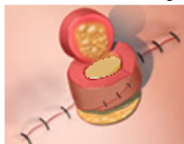

Abbildung 4
17. Den Zylinder so platzieren, dass er die Basis der Entnahmestelle berührt und in gutem Kontakt mit dem Stiel (Blutversorgung) steht. Den Lappen um den Zylinder herum wickeln, um vollständigen Kontakt (ohne Lücken) zwischen dem Zylinder und dem vaskularisierten Gewebelappen herzustellen. Den Lappen mit nicht resorbierendem oder langsam resorbierendem Nahtmaterial wie in Abbildung 4 gezeigt festnähen.